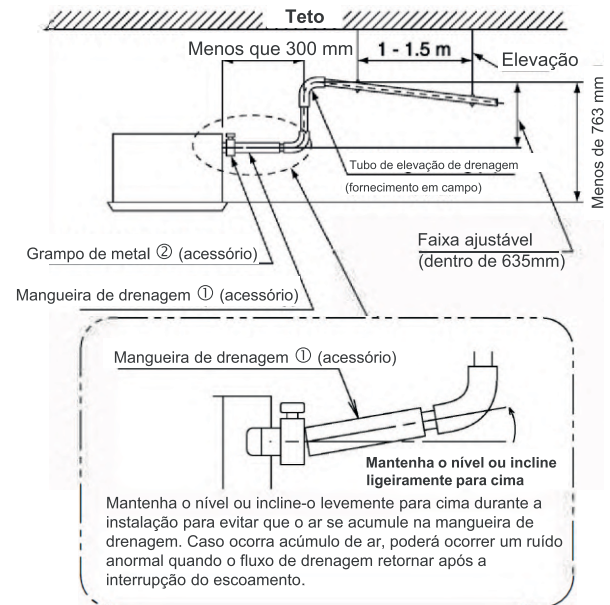

Figura 17
- Mantenha o tubo de elevação de drenagem vertical e no máximo 300 mm longe do ar condicionado. (Consulte a Figura 17)